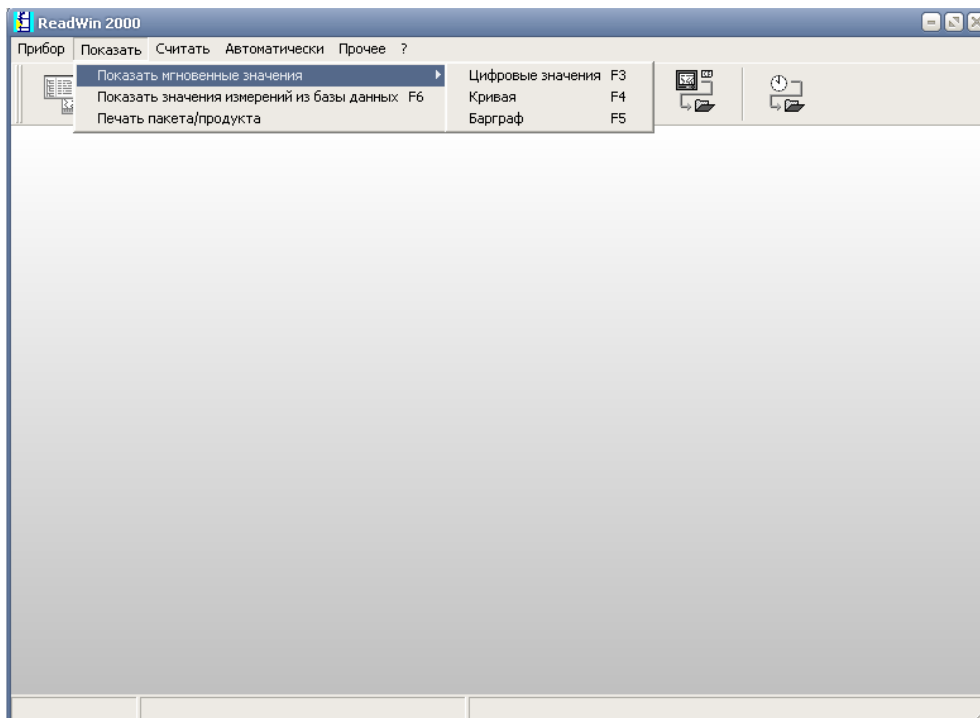

Рис. 4
1. Закладка «Показать» (Рис.4)